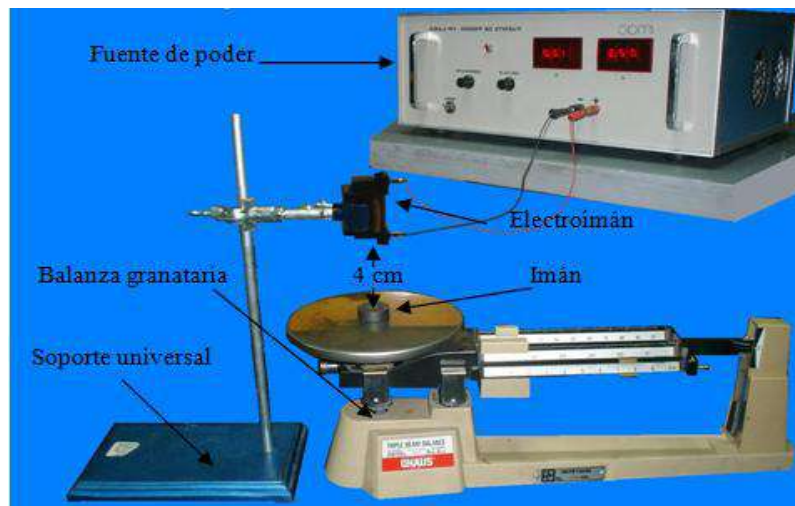

Figura 7.6 Fuerza entre un electroimán y un imán permanente
- l) Sustituya el imán superior por el electroimán, colóquelo a una distancia de 4 cm según se muestra en la figura 7.6 y conéctela a la fuente de poder de manera que provoque repulsión al fluir corriente por él.